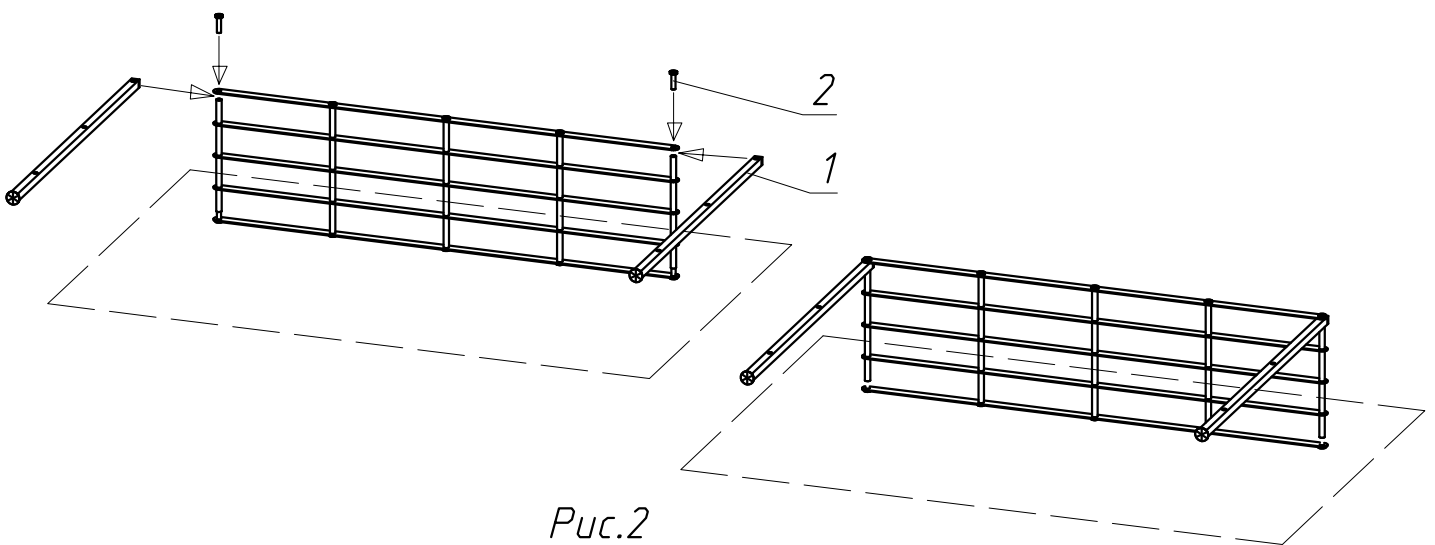

Рис.2
- 5) Совместить отверстия стоек 1 с резьбовой осью Рис.2